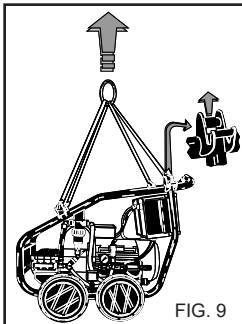

FIG. 9
**SOLLEVAMENTO CON GRU (Fig. 9)**